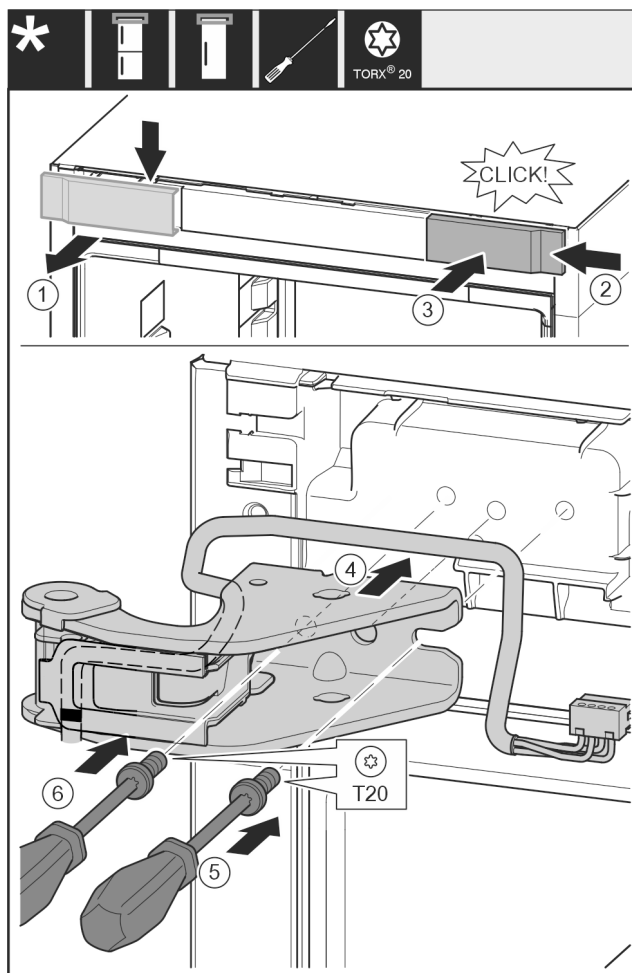

Fig. 20
- ▶ Irrota suojus ylöspäin eteen. Fig. 20 (1)
- ▶ Ripusta suojus paikoilleen 180° käännettynä toiselle puolelle oikealta. Fig. 20 (2)
- ▶ Anna suojuksen lukittua paikoilleen. Fig. 20 (3)
- ▶ Aseta ylempi laakeripukki paikoilleen. Fig. 20 (4)
- ▶ Aseta ruuvi paikoilleen T20-ruuvimeisselillä ja kiristä se. Fig. 20 (5)
- ▶ Aseta ruuvi paikoilleen T20-ruuvimeisselillä ja kiristä se. Fig. 20 (6)